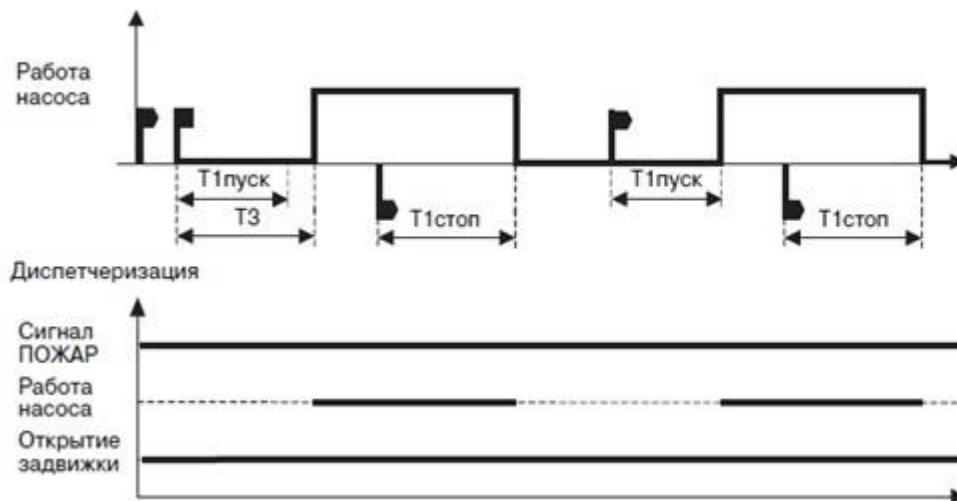

Рис.2. Включение пожаротушения по дистанционным сигналам в совмещенной системе
5. Управление насосами при пожаре осуществляется по сигналу от реле давления, т.е. в начальный момент времени при разомкнутых контактах на клеммах «реле давления» пуска насоса не произойдет, а при замкнутых пуск насоса произойдет с задержкой в зависимости от настроек (Т1пуск и время ТЗ перед первым запуском). Если контакты реле давления разомкнуты (достигнуто заданное значение давления), происходит останов основного насоса. При дальнейшем падении давления с задержкой времени Т1пуск (уже без задержки ТЗ) происходит повторный пуск насоса, с которым шкаф управления пожарными насосами работал ранее. То есть, шкаф управления пожарными насосами начинает работать как система повышения давления с заданными временными задержками. Так происходит до перевода переключателя в положение «Блокировка» на передней панели. Алгоритм работы можно посмотреть на рис. 2.